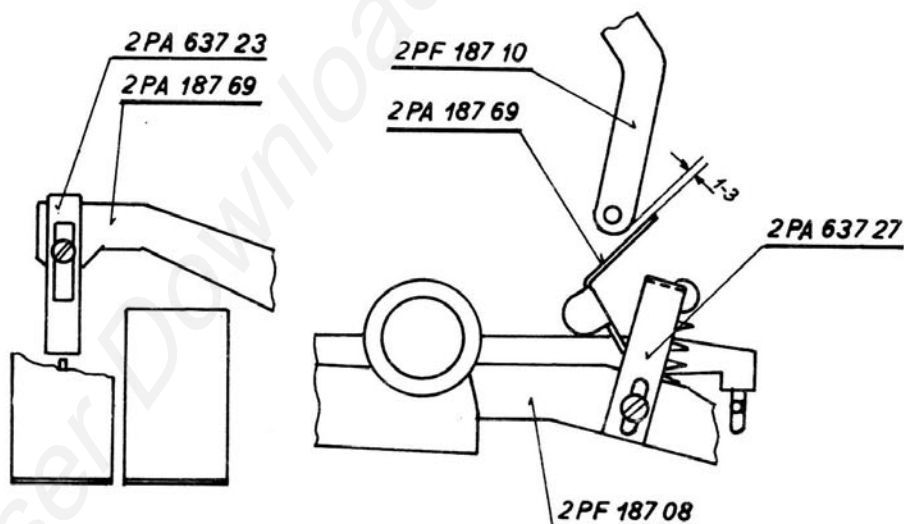

Abb. 7a
- 7.01 - Die Abstimmung der Aufwickelkupplung bei der Funktion "STOPP" wird durch die Beilageplatte 2PA 637 23 am Hebel 2PA 187 69 so eingestellt, dass der Hebel die Aufwickelkupplung gleichzeitig mit der Anpressrolle abzieht, gegebenenfalls bei einem maximalen Zwischenraum zwischen der Rolle und der Treibrolle von 0,5 mm. Die Losbremsung des rechten Mitnehmers wird durch Verschiebung des Winkels 2PA 637 27 auf dem Hebel 2PF 187 08 so eingestellt, dass bei der Funktion "STOPP" zwischen dem Hebel 2PF 187 10 und dem Anpressarm des Hebels 2PA 187 96 ein Zwischenraum von 1 - 3 mm ist, siehe Abb. 7a, wobei beim Einschalten der Funktion Abspielen der Gummiring auf die Grundplatte der Bandstrecke leicht angepresst sein muss.